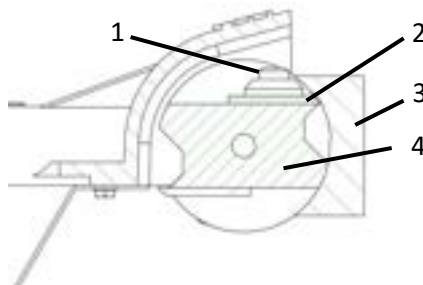

Fig. 13 : Réglage du couteau
- > Desserrez la vis du couteau (2 - Fig.13).
- > Poussez la lame (2 - Fig. 13) complètement en arrière.
- > Placez la jauge à couteaux (3 - Fig. 13) sur le cylindre (4 - Fig. 13) de manière à ce qu'elle repose sur les deux surfaces d'appui du cylindre en haut et en bas.